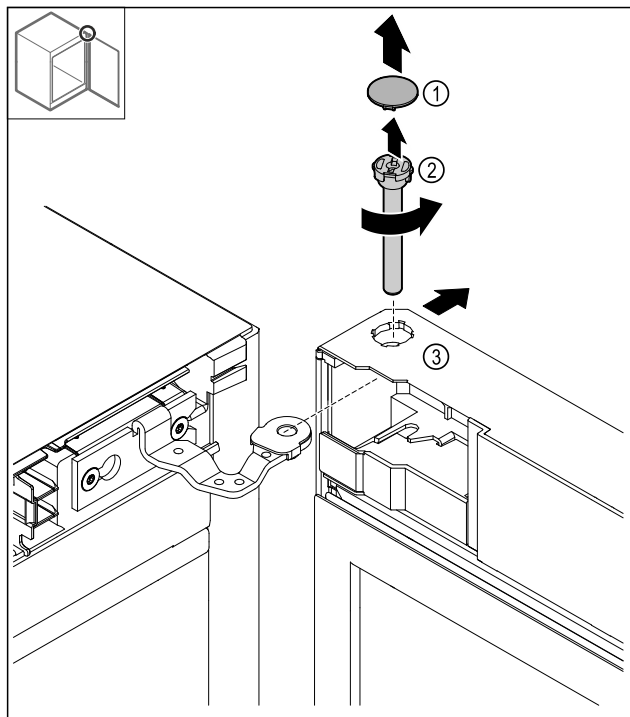

Fig. 20
- Retirer le cache Fig. 20 (1).
- Dévisser le boulon Fig. 20 (2) dans les sens inverse des aiguilles d'une montre et le retirer.
- Basculer légèrement la porte Fig. 20 (3).